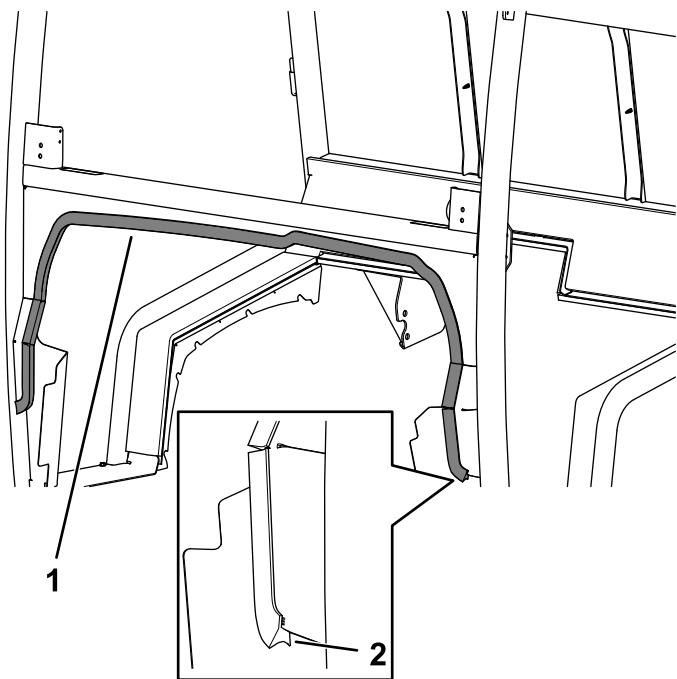

Figura 30
4. Instale la junta del salpicadero inferior en la cabina (Figura 30).
Asegúrese de que instala la junta con el borde más largo hacia la parte delantera (Figura 30).